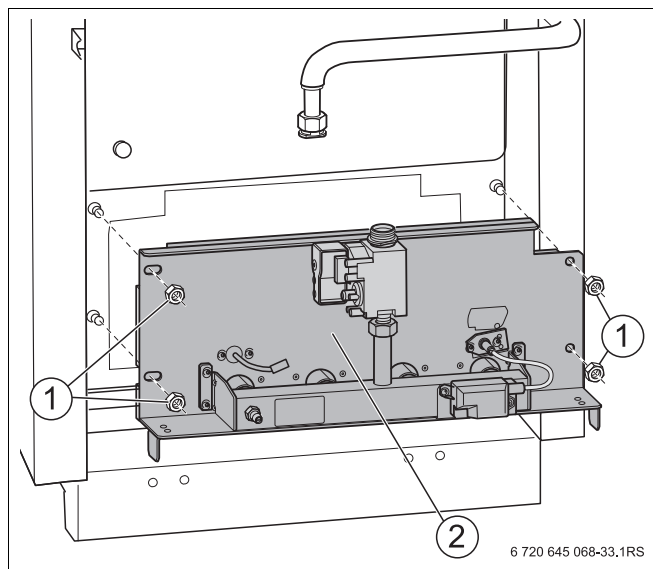

Рис. 38 Снятие крепежных гаек
- Открутить крепежные гайки (Рис. 38, **поз. 1**) на щитке горелки (Рис. 38, **поз. 2**) и вынуть газовую горелку.
- При креплении щитка горелки (Рис. 38, поз. 2, стр. 54) слегка затяните четыре болта.